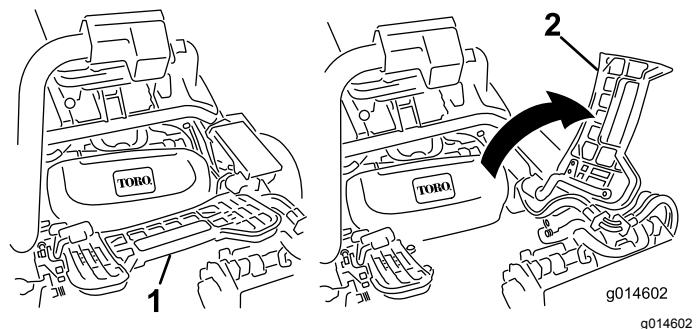

Bild 11
7. Wenn Sie das mittlere Mähwerk installieren, heben Sie es an der Fußplattform an und schwenken es nach oben, damit Sie Zugang zur Stellung des mittleren Mähwerks haben (**Bild 11**).